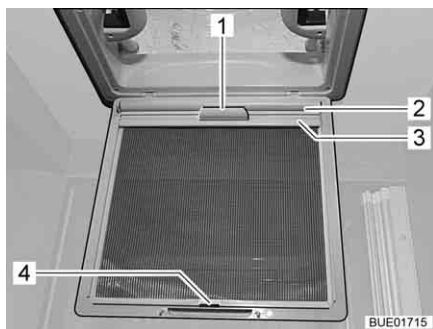

Fig. 94 Store occultant
- Tirer le store occultant (Fig. 94,2) par la poignée (Fig. 94,1) et accrocher la baguette de support (Fig. 94,3) dans le crochet (Fig. 94,4) sur la moustiquaire.
- Enlever la baguette de support (Fig. 94,3) de sur le crochet (Fig. 94,4) et faire lentement redescendre le store occultant (Fig. 94,2) en le tenant par la poignée (Fig. 94,1).